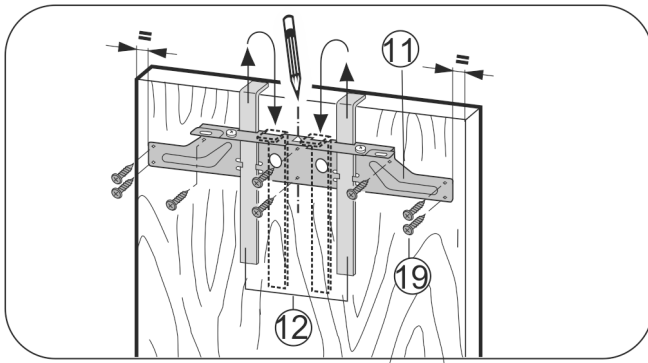

Fig. 26
- ▶ Tvirtinimo skersinį Fig. 26 (11), pasinaudodami pagalbinėmis montavimo priemonėmis Fig. 26 (12), pakabinkite baldo viduje.
- ▶ Tvirtinimo skersinį Fig. 26 (11) išlygiuokite durų viduryje.
- ▶ tvirtinimo skersinį Fig. 26 (11) priveržkite mažiausiai 6 varžtais Fig. 26 (19).
- ▶ tvirtinimo skersinį Fig. 26 (11) mažiausiai 4 varžtais Fig. 26 (19) priveržkite prie krašto.
- ▶ Į viršų ištraukite pagalbines detales Fig. 26 (12) ir, jas apsukę, įstumkite į šalia esančias fiksavimo angas.